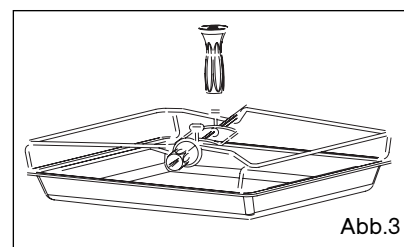

Abb.3
- **Bratspieß (Abb.3)**
Auf diese Teile eine Hebelwirkung ausüben, um die Clips von der Scheibe zu entfernen (Abb.3)